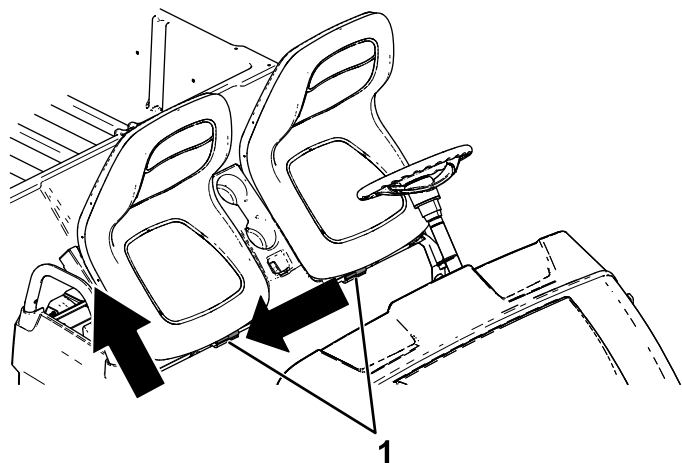

Figure 30
2. Faites coulisser l'ensemble sièges sur le côté pour le dégager des goupilles, et soulevez-le (Figure 30).